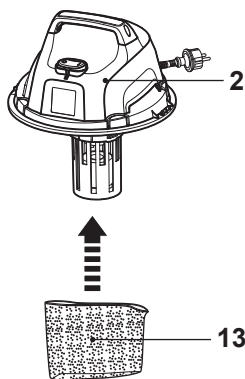

Fig. 9
- > Deslize a manga de espuma (13) na unidade do motor (2) (Fig. 9). Certifique-se de que assenta bem na posição.